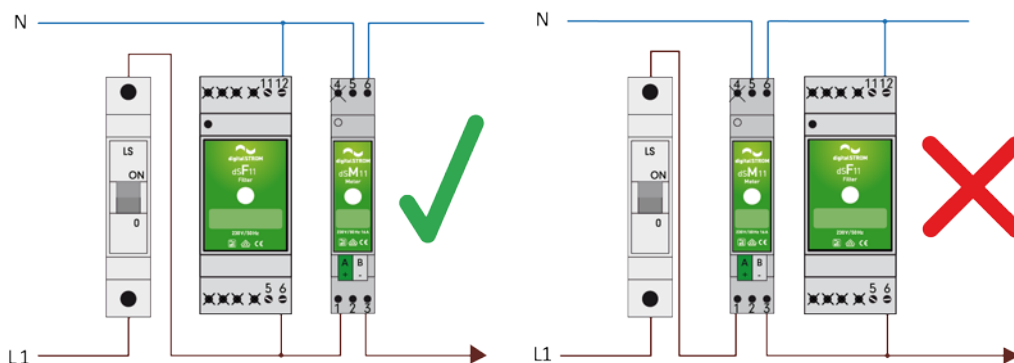

Abb. 2 Collegamento sul lato ingresso del filtro digitalSTROM
- Il filtro digitalSTROM deve assolutamente essere collegato sul lato di ingresso dal misuratore digitalSTROM (Fig. 2).